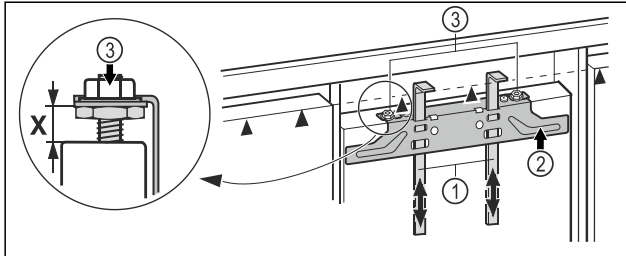

Fig. 41
- Montagehilfen Fig. 41 (1) auf Möbeltürhöhe hochschieben. Untere Anschlagkante ▲ der Montagehilfe = Oberkante der zu montierenden Möbeltür.
- Befestigungstraverse Fig. 41 (2) über die Kontermuttern Fig. 41 (3) abschrauben.